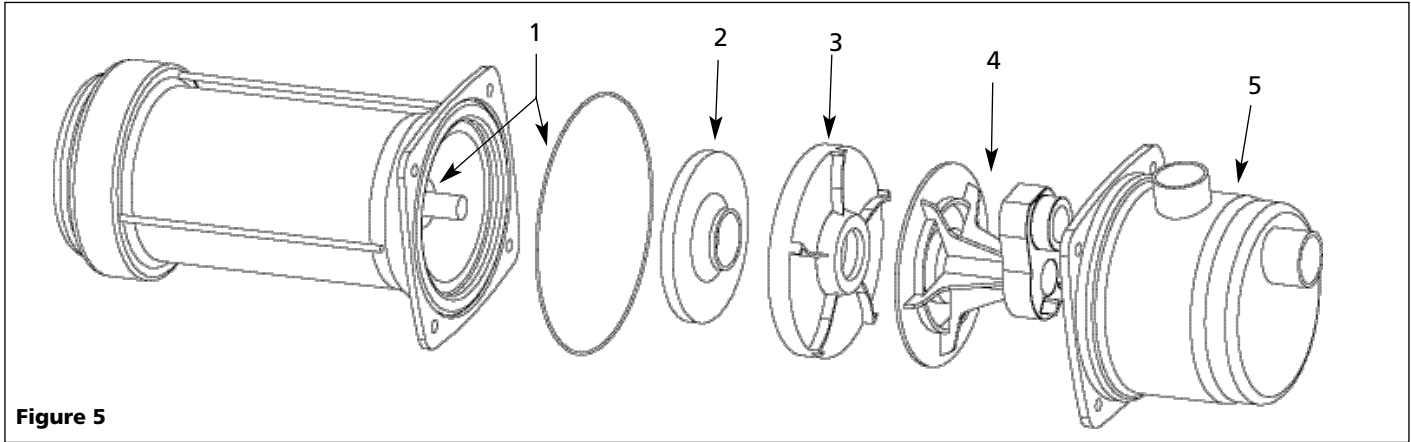

Figure 5
**Voir la figure 5 pour les pièces de rechange.**